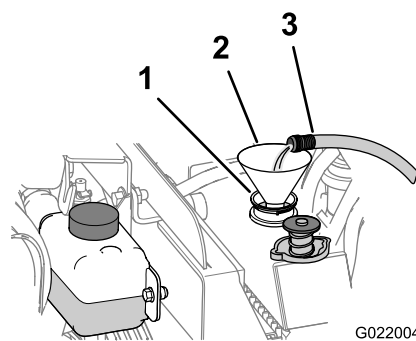

Рисунок 84
B. Заполните радиатор чистой водой (Рисунок 84).